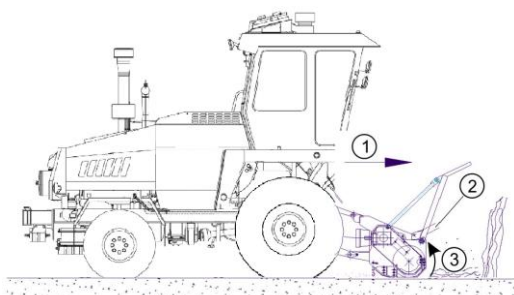

Рис. 48. Работа толкающим движением
- Полностью откройте заслонку системы дополнительного измельчения (Рис. 48).